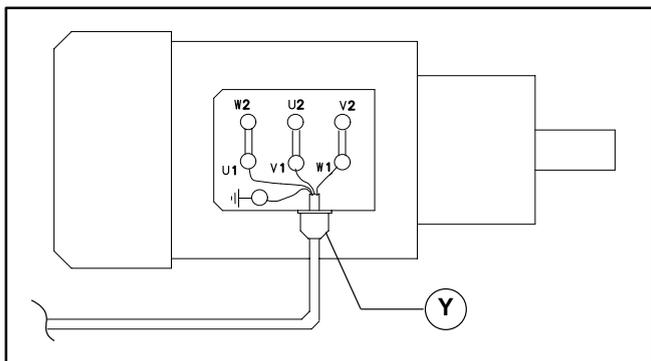

Abbildung 16
b. Die Farben der Adern an Klemmen U1, V1, W1 und Erdungsklemme (Schutzleiter) ( $\perp$ ) (Abbildung 16) aufschreiben. Die Klemmen U1, V1, W1 und die Erdungsklemme lösen und Adern entfernen.
- c. Die Kabelklemme (Y siehe Abbildung 16) lösen und Kabel herausziehen.